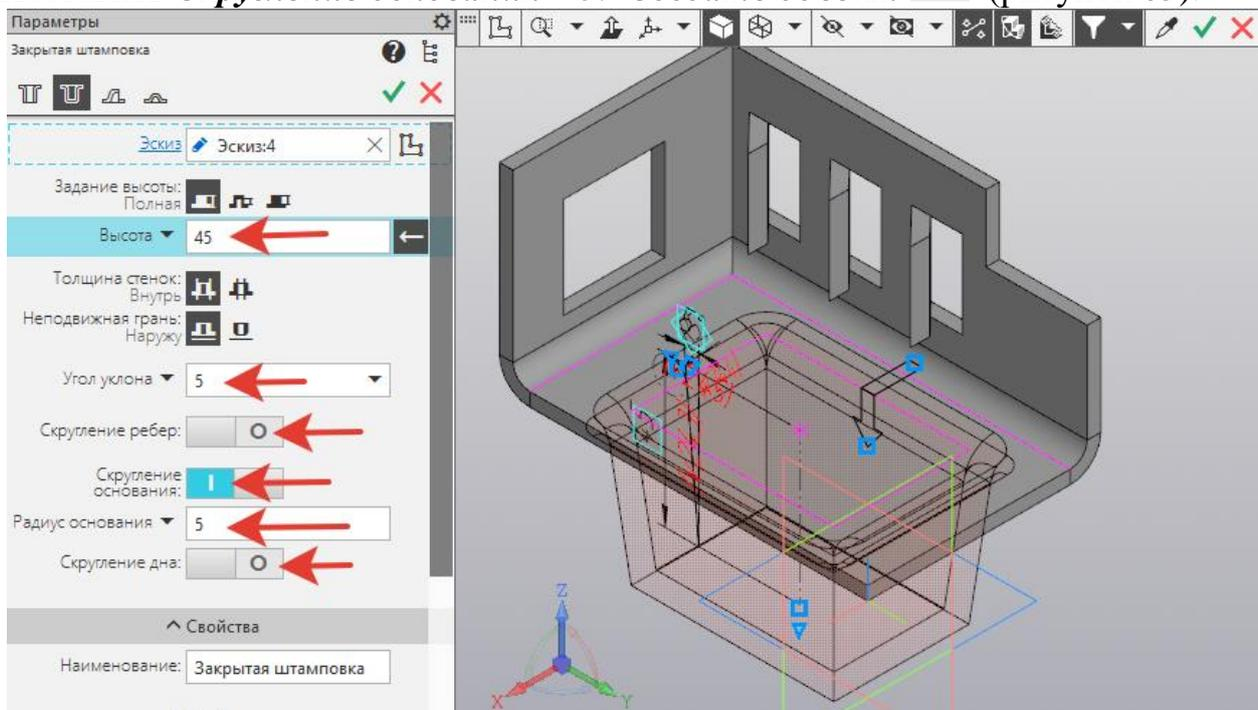

Рисунок 85.
13. На инструментальной панели выбрать *Элементы листового тела – Закрытая штамповка*. В *Параметрах: Задание высоты – Полная, Высота – 45. Толщина стенок – Внутрь, Неподвижная грань – Наружу, Угол уклона – 5*. Убрать *Скругление ребер* и *Скругление дна*. Поставить *Скругление основания – 5. Создать объект* (рисунок 85).